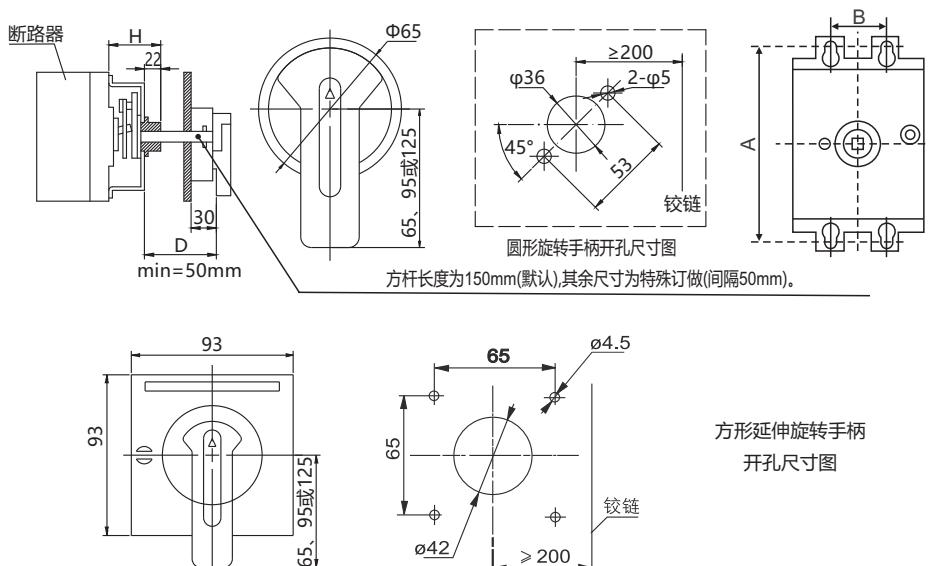

图6 手动操作机构尺寸图
3) 手操机构配用操作手柄默认为“A”型圆形手柄，需要“F”型方形手柄时开单需要注明。手操机构安装尺寸见图6和表9。